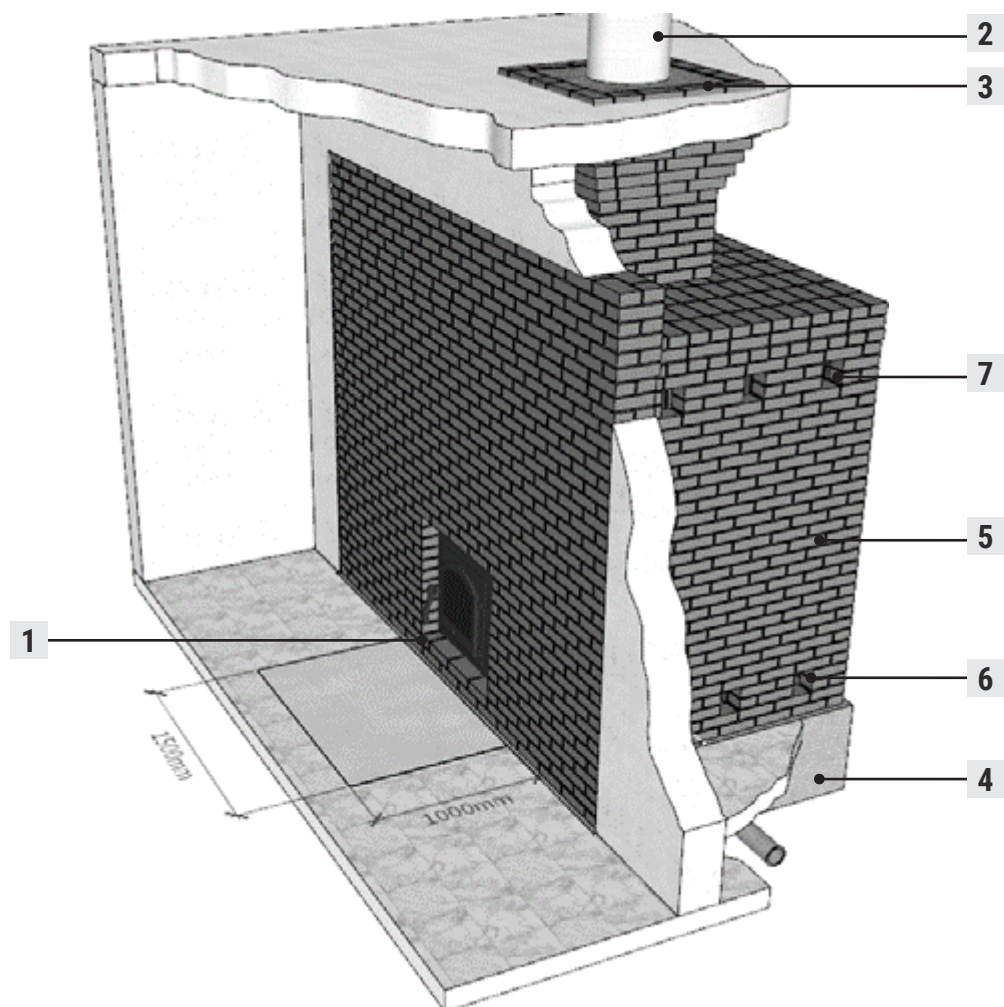

Рис.3. Установка печи в помещении
Внизу и вверху кирпичной кладки необходимо оставить отверстия, через которые будет циркулировать воздух (рис. 3, 7).
- Убедиться, что конвекционные отверстия 7 (рис. 3) полностью открыты и свободны от любых предметов.
- При достижении заданной температуры в парной нужно снизить интенсивность горения топлива, полностью задвинув зольные ящики, а также перекрыв отверстия 7 (рис. 3) выхода горячего воздуха в парном помещении. При растопке из холодного состояния печь выходит на рабочие режимы за 6-8 часов. При повторном запуске - 4-6 часов. Также нужно контролировать температуру камней по электронному термометру и не допускать её роста выше 400°C (термопара установлена в нижней трети ёмкости для камней, камни у основания каменки будут иметь более высокую температуру).